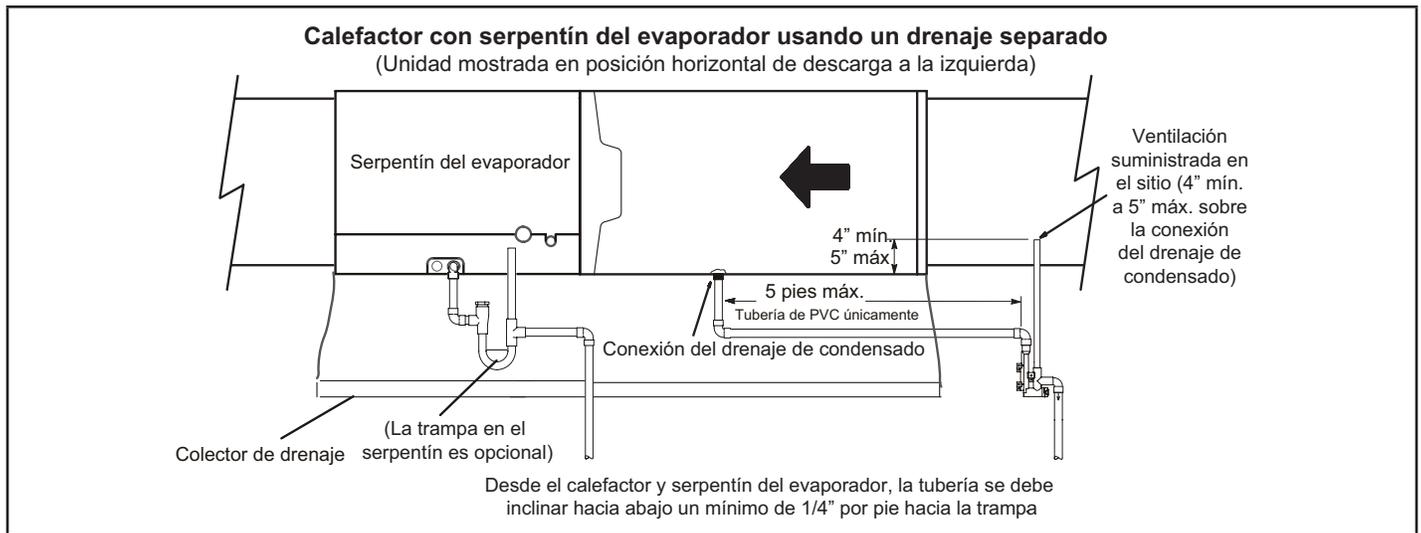
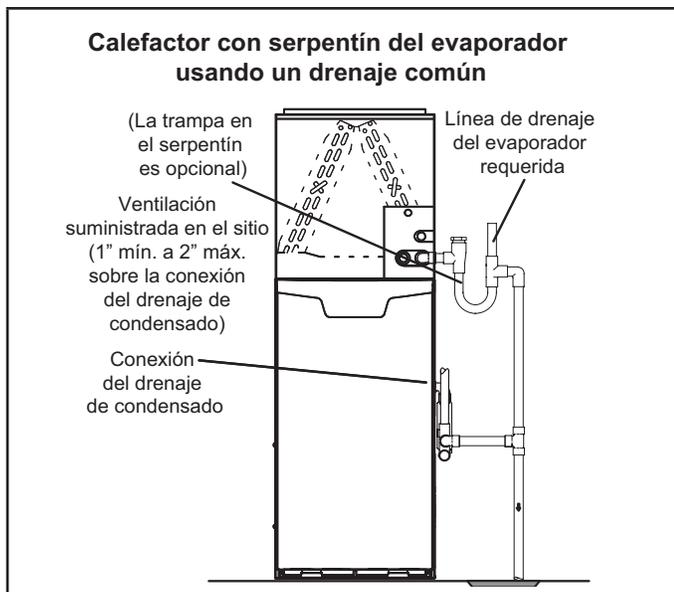

FIGURA 53
FIGURA 54
- 5 - Las Figuras 50 y 52 muestran el calefactor y el serpentín del evaporador usando un drenaje separado. Si es necesario, la línea de condensado del calefactor y del serpentín del evaporador se pueden drenar juntas. Ver las Figuras 51, 53 y 54. **Calefactor de flujo ascendente (Figura 53)** - En aplicaciones del calefactor de flujo ascendente, la ventilación proporcionada en el sitio debe ser de un largo mínimo de 1" hasta un largo máximo de 2" arriba de la conexión de la salida de drenaje de condensado. Cualquier largo de más de 2" puede inundar el intercambiador de calor si la línea de drenaje primario combinada tuviese una restricción. **Calefactor horizontal (Figura 54)** - En aplicaciones del calefactor horizontal, la ventilación proporcionada en el sitio debe ser de un largo mínimo de 4" hasta un largo máximo de 5" arriba de la conexión de la salida de drenaje de condensado. Cualquier largo de más de 5" puede inundar el intercambiador de calor si la línea de drenaje primario combinada tuviese una restricción.